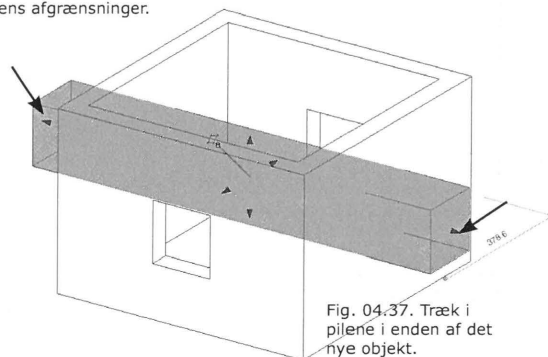

Fig. 04.37. Træk i pilene i enden af det nye objekt.
- Træk i objektets ende, når den er markeret, til den er større end det første objekt (Fig. 04.37).